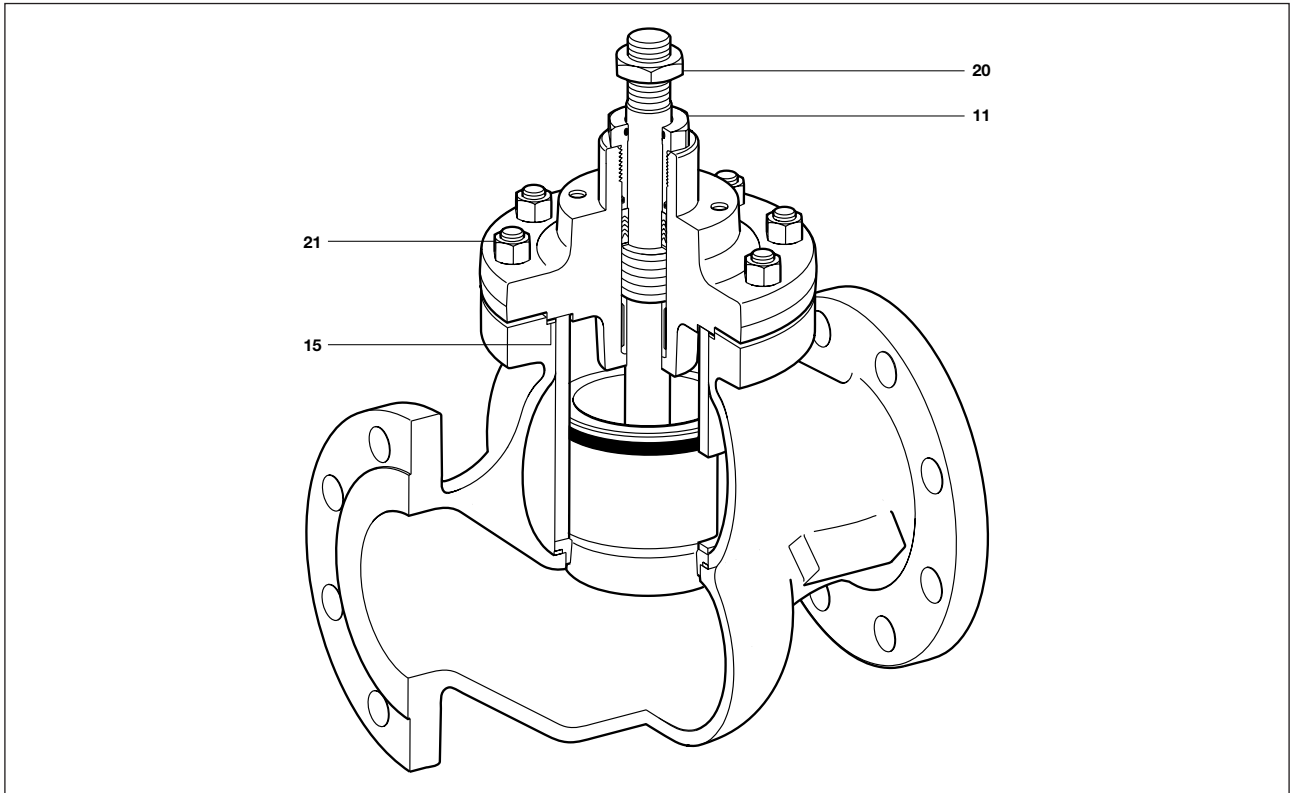

Bild 18: Entlastetes Ventil
- die Ventil Oberteil-Dichtung (15 – Bild 18) entfernen und wegwerfen.
- Die Ventiloberteil Dichtung einlegen (15 – Bild 18).
- Mit Hilfe einer geeigneten Hebeanlage, das Ventiloberteil vorsichtig über der Ventilspindel positionieren und dann vorsichtig absenken.. Hierbei muss aufgepaßt werden, die Spindelabdichtung nicht zu beschädigen. Des weiteren muss darauf geachtet werden, daß die im Ventiloberteil angebrachten Löcher für die Stellantriebsmontage in Strömungsrichtung angeordnet sind. Diese Löcher sind in Bild 18 sichtbar.